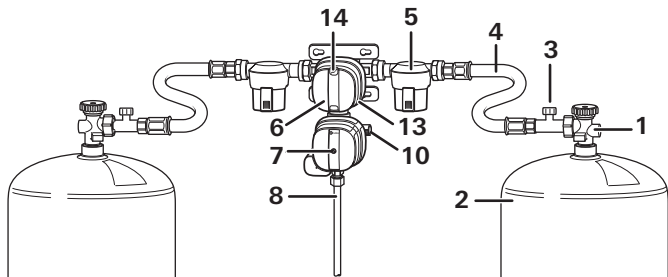

Bild 1a: DuoControl CS vertikal
- Gasflaschen (2) anschließen und den ordnungsgemäßen Zustand aller Schlauchverschraubungen prüfen.
- Ventile beider Gasflaschen (1) öffnen.
- Schlauchbruchsicherung (Bild 1a – 3) am Hochdruckschlauch circa 5 Sekunden kräftig drücken. Im Sichtfenster (14) wechselt die Anzeige auf grün.
- Ist der gelbe Resetknopf (7) nicht gedrückt (Stellung „nicht betriebsbereit“), den Crashsensor zurücksetzen.
- Zum Beispiel Drehknopf (13) bis zum Anschlag nach links drehen (linker Anschluss = Betriebsflasche).
- Ventil (1) der leeren Gasflasche (2) schließen.
- Hochdruckschlauch (4) von der Gasflasche (2) abschrauben bzw. falls vorhanden, Aufsteckadapter abnehmen.
- Ventil (1) der vollen Gasflasche öffnen.
- Schlauchbruchsicherung (Bild 1a – 3) drücken und gegebenenfalls gelben Resetknopf (7) drücken, leicht im Uhrzeigersinn drehen und 5 Sekunden halten.